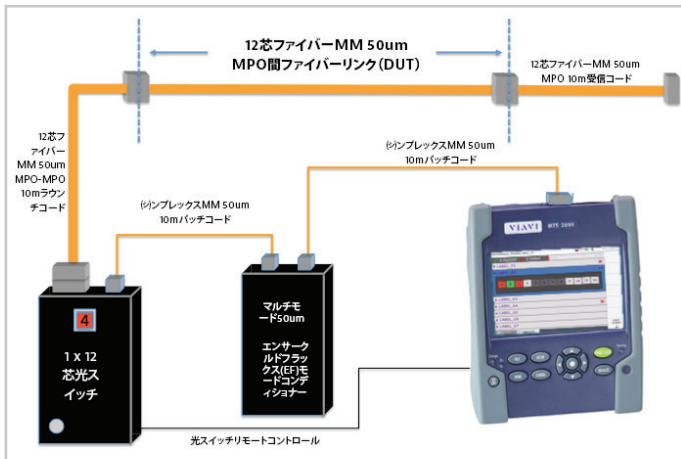

図6. 高速テストのためのMPOリンクテストの構成
- EFモードコンディショナー装置 - テスト時にOTDR (または他の計測器) と被試験ファイバー間に挿入できます。この装置は、テスト信号が被試験ファイバーに入る前にラUNCH信号をEFに準拠するよう調整します (本書後出の図6を参照)。外部モードコンディショナーと対にすることで、MTS-2000ではどの50umマルチモードテスト光源も、新しいEF規格に適合したテスト結果を提供できます